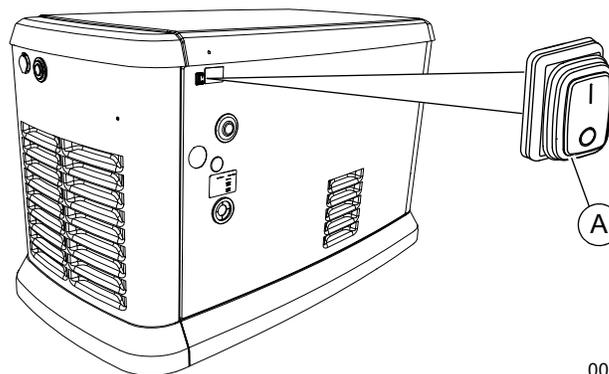

Figure 3-6. Interrupteur d'arrêt d'urgence externe
Voir la **Figure 3-6**. La génératrice est dotée sur son panneau arrière d'un interrupteur d'arrêt d'urgence de la génératrice (A). Ce interrupteur d'arrêt d'urgence éteint la génératrice et désactive les redémarrages.